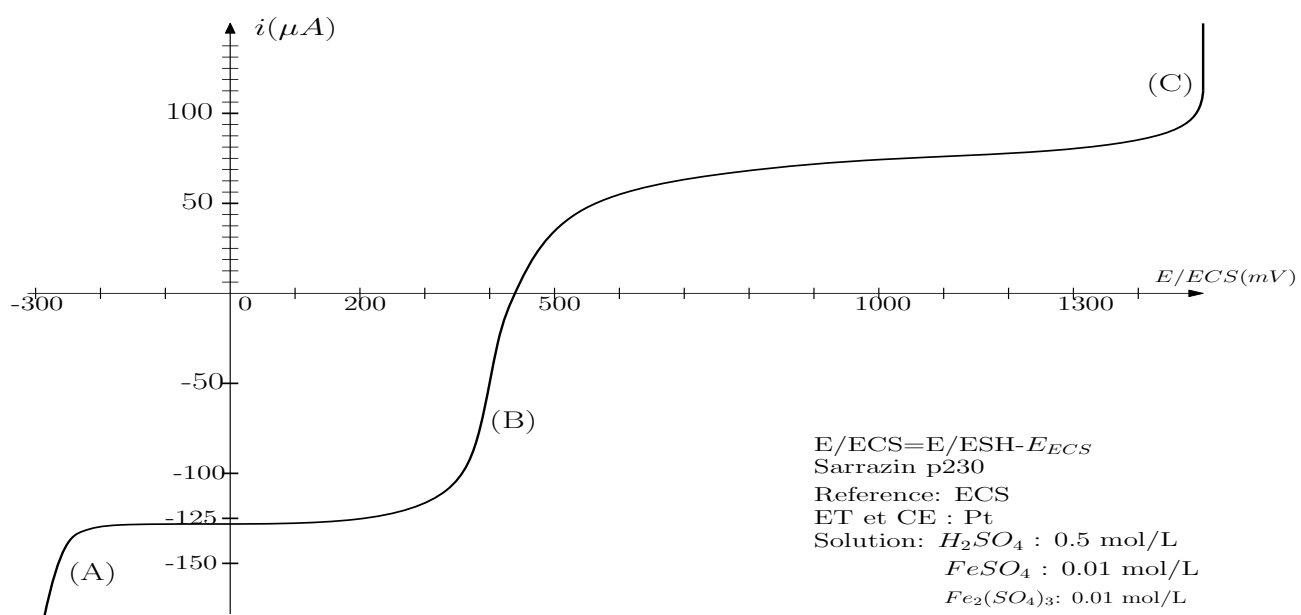

FIGURE 5 – Courbe $i(E)$ d'une électrode ($Fe_{(aq)}^{3+}$, $Fe_{(aq)}^{2+}$, $Pt_{(s)}$).
Identifier le phénomène électrochimique qui s'exprime majoritairement dans chaque zone (A), (B) et (C) de figure 5.